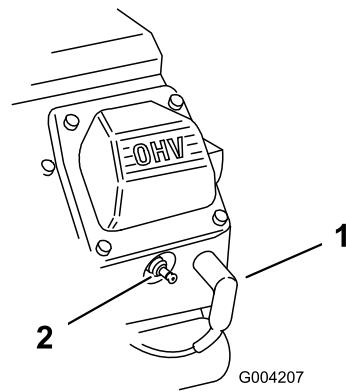

Figure 38
- Débranchez les fils des bougies (Figure 38).
3. Rebranchez le fil de la ou des bougies (Figure 38).